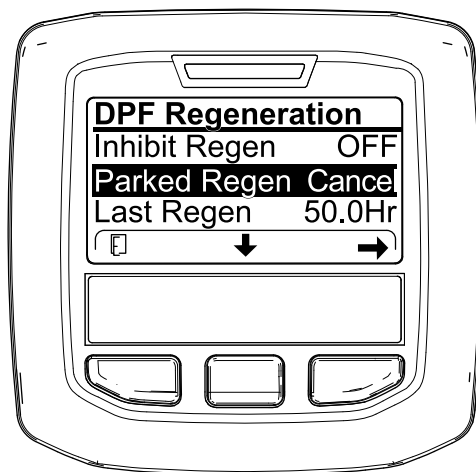
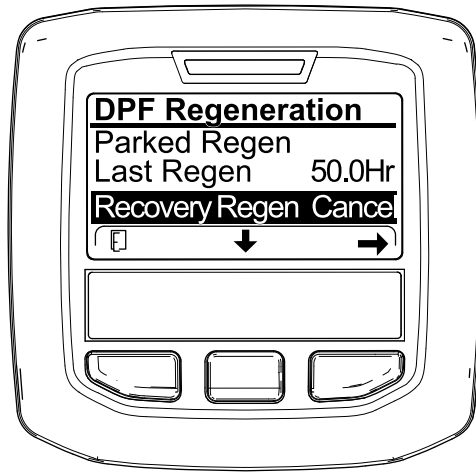

図 52
図 53
1. DPF 再生メニューにアクセスする 図 52。
2. 中央ボタンを押して下へスクロールし、駐車再生キャンセル PARKED REGEN CANCEL (図 52) またはリカバリ再生キャンセル RECOVERY REGEN CANCEL を選ぶ 図 53。
3. 右ボタンを押すと再生キャンセルに Regen Cancel に入る 図 52 または 図 53。